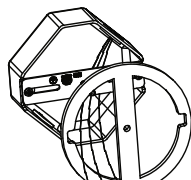

Fig. 3
04. Tirez les fils d'alimentation à travers l'ouverture du joint. faites adhérer le joint EVA à la traverse et au bord extérieur de la boîte de jonction ronde et de montage en surface. Assurez-vous que le filetage de la vis à métaux centrale sur la traverse correspond bien à travers le trou du joint EVA (voir fig. 3).